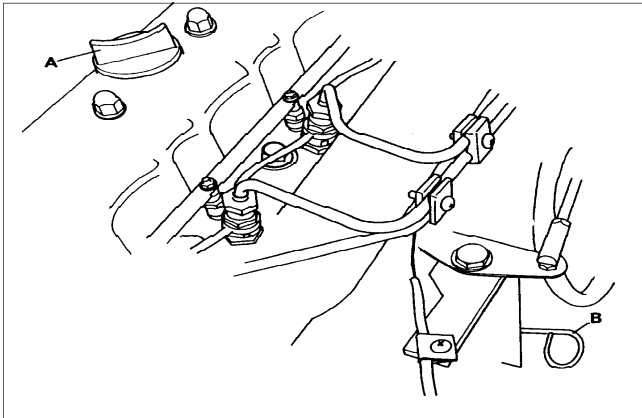

Fig.27
Ölmeßstab (B Abb. 27) herausziehen und prüfen, ob der Ölstand bis zur oberen Markierung reicht. Ggf. frisches Öl durch den Einfüllstutzen (A Abb. 27) im Ventildeckel nachfüllen.
- Einfüllstutzensendeckel (A Abb. 27) abnehmen und frisches Öl bis zur oberen Markierung (Max.) am Peilstab (B Abb. 27) einfüllen.
Togliere l'asta di livello (B Fig. 27) e controllare che l'olio sia al livello giusto indicato. Rabboccare se necessario con olio nuovo attraverso il bocchettone di riempimento (A Fig. 27) sulla scatola del bilanciere.
- (c) Togliere il tappo del bocchettone di riempimento (A Fig. 27) e riempire usando olio nuovo fino al segno di massimo dell'asta di livello (B Fig. 27). Capacità 9,5 litri